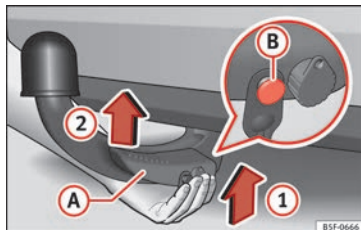

Abb. 226 Anbringen abnehmbaren Kugelkopf/Entriegelungsbolzen im entfalteten Zustand
- Den abnehmbaren Kugelkopf **von unten** » Abb. 226 halten und in die Hakenaufnah-